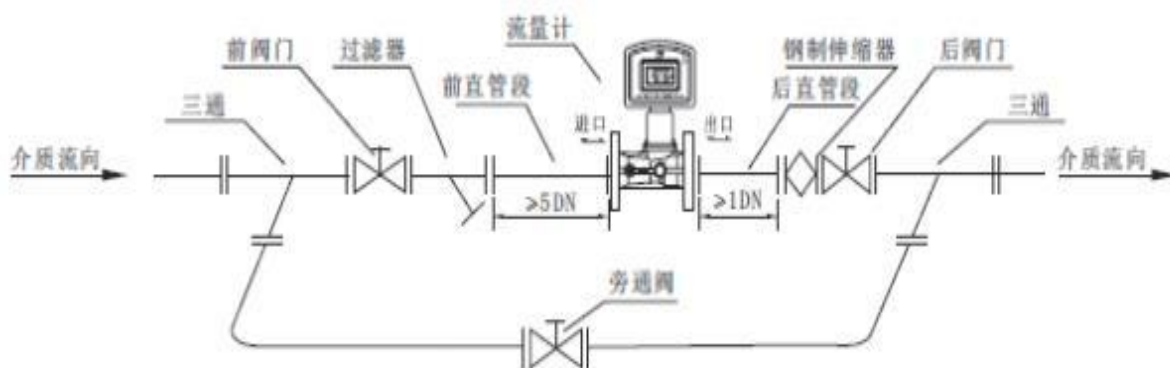

图 5 流量计水平安装示意图
- 为了便于维修，不影响流体正常输送，建议按图 5 所示设置旁通管道。